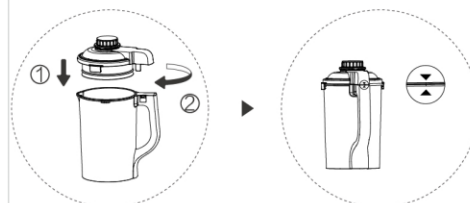

图7-2
2. 将热杯杯盖组件安装到杯体组件上并旋紧，组成不锈钢搅拌热杯组件（见图 7-2）；